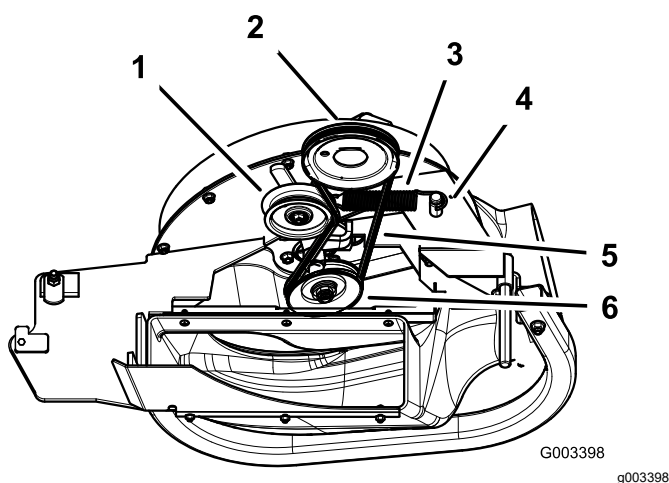

Figure 40
3. Tirez sur la poulie de tension à ressort pour détendre la courroie (Figure 40).
5. Montez la nouvelle courroie autour des poulies de ventilateur et de la poulie du tablier de coupe (Figure 40).
7. Tirez en arrière la poulie de tension rappelée par ressort et chaussez la courroie dessus (Figure 40).